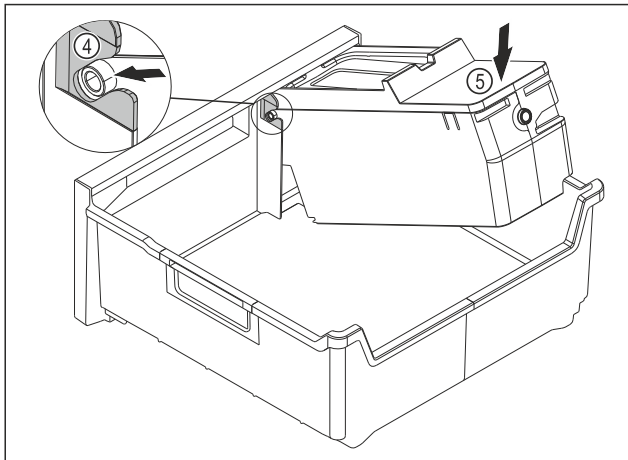

Fig. 116
- ▶ Montare il corpo dell'EasyTwist-Ice: Inserire gli assi del corpo dell'EasyTwist-Ice nelle guide Fig. 116 (4).
- ▶ Spingere il corpo dell'EasyTwist-Ice Fig. 116 (5) posteriore verso il basso.